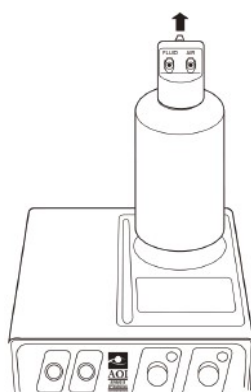

図 5-4 : ポリボトルの位置
5.6 ポリボトルをコンソール上面のウェルに入れてください。ポリボトルはボトルキャップの 2 つのフィッティングがコンソールの前側を向くように設置します (図 5-4 参照)。